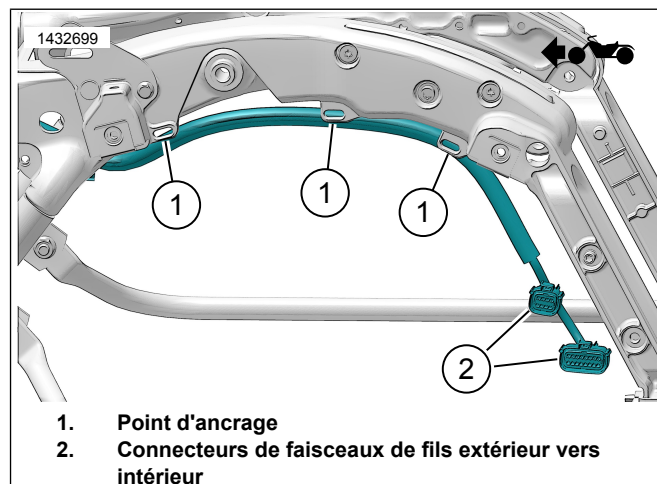

Figure 10. Acheminement du faisceau de fils externe (typique)
1. Voir la figure 10. Acheminer le faisceau extérieur de la sacoche le long du cadre. À l'aide de serre-câbles, installer le faisceau sur les points d'ancrage (1) sans serrer. Ne pas serrer les serre-câbles.
Voir la figure 10. Relier le faisceau extérieur de la sacoche au faisceau intérieur (2) de la sacoche.
- Voir la figure 10. Acheminer le faisceau extérieur de la sacoche le long du cadre. À l'aide de serre-câbles, installer le faisceau sur les points d'ancrage (1) sans serrer. Ne pas serrer les serre-câbles.